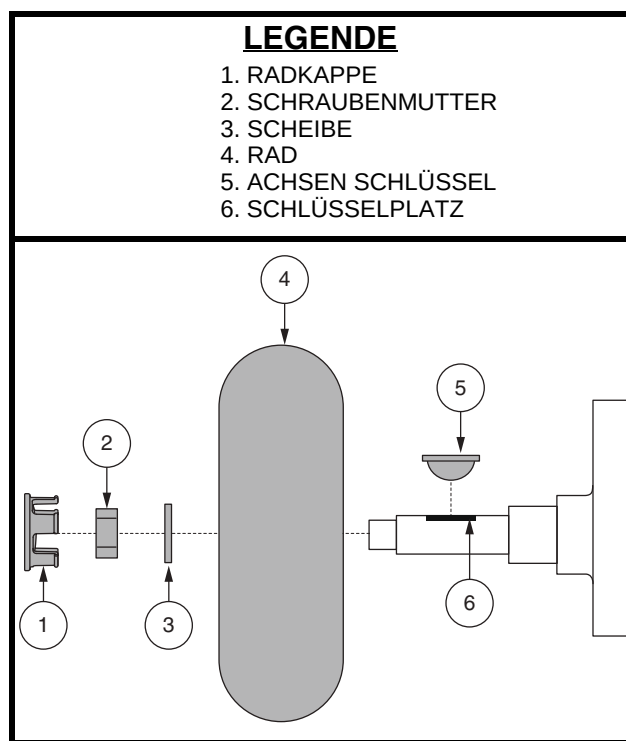

Abb. 24. Reifenradenthebung
Sie können Ihr Elektromobil in sieben Baugruppen zerlegen: den Sitz, das Heckteil, das Vorderteil, den Korb, das Batteripack, und die Heckteilabdeckung. **Siehe Abb. 24.** Für den Zusammenbau oder die Demontage sind keine Werkzeuge notwendig, aber denken Sie daran, dass die auseinander gebauten Baugruppen mehr Platz auf dem Fußboden benötigen, als im zusammengebauten Zustand. Demontieren oder montieren Sie Ihr Elektromobil nur auf einer ebenen, trockenen Unterlage mit genügend Raum für die Arbeit mit ungefähr 1,5 meters (5 feet) Freiraum, um das Elektromobil herum in alle Richtungen. Vergessen Sie nicht, dass einige Baugruppen schwer sind und Sie Hilfe benötigen könnten, wenn Sie sie anheben.
3. Entfernen Sie die Schraubenmutter und Unterlegscheibe des Antriebsrades von der Radnabe. **Siehe Abb. 24.**
4. Entfernen Sie die Schraubenmutter und Unterlegscheibe des Antriebsrades von der Radnabe. **Siehe Abb. 24.**
9. Schieben Sie das neue Rad wieder über die Radachse. Versichern Sie sich, dass der Achsenschlüssel in seinem Schlüsselplatz ist. Siehe Abb. 24.